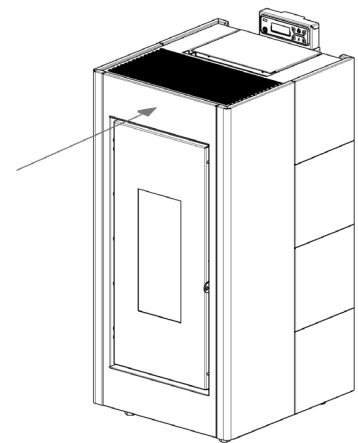

Fig. 39 - Breng de voorzijde weer in positie
- Breng het voorpaneel weer in positie (zie **Fig. 39**).